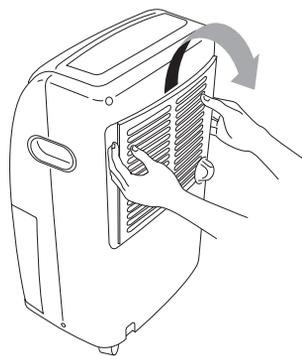

fig. 4
- Per togliere il filtro dell'aria, rimuovere la griglia tirandola (Vedi fig. 4).